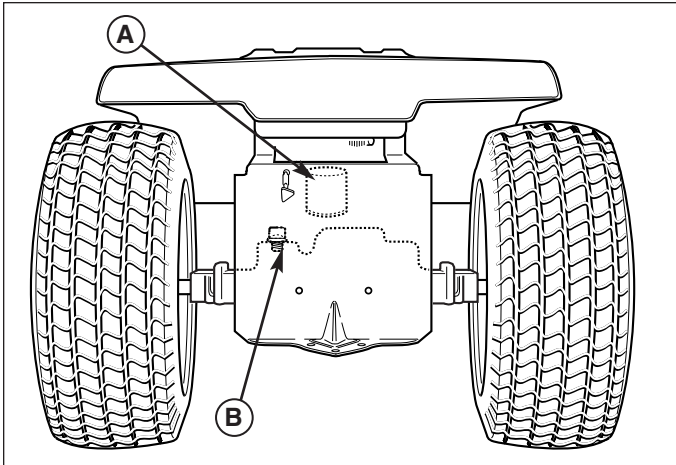

Figure 35. Filtre d'huile de circuit hydraulique
2. Déposer le capuchon de remplissage différentiel (B, Figure 35).
4. Déposer et remplacer le filtre du circuit hydraulique (A, Figure 35). Fileter le nouveau filtre sur la base du filtre et serrer de 1/2 à 3/4 de tour après serrage à la main.